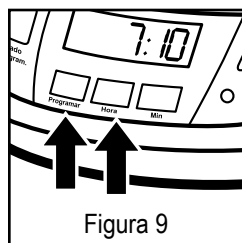

Figura 9
2. Mientras sigue presionando el botón para programar la preparación de café "PROGRAMAR", presione y detenga el botón de hora HORA hasta que la pantalla en el reloj muestre la hora que usted desea. El indicador PM se iluminará para indicar un tiempo PM, si el indicador PM no se ilumina, el tiempo es AM. Consulte la figura 9.